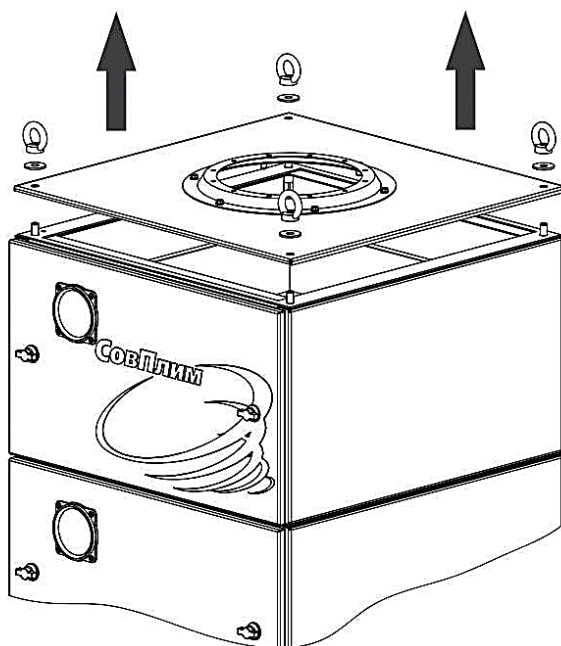

Рисунок 6 — Демонтаж верхнего листа моноблочного агрегата
1) вывернуть рым-гайки, установленные на верхней поверхности агрегата, и демонтировать верхний лист с переходником Ø 250 мм (рисунок 6);